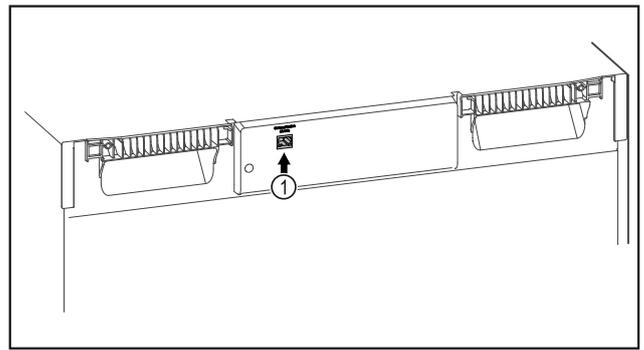

Fig. 126
- Se utiliza SmartModule Fig. 126 (1).